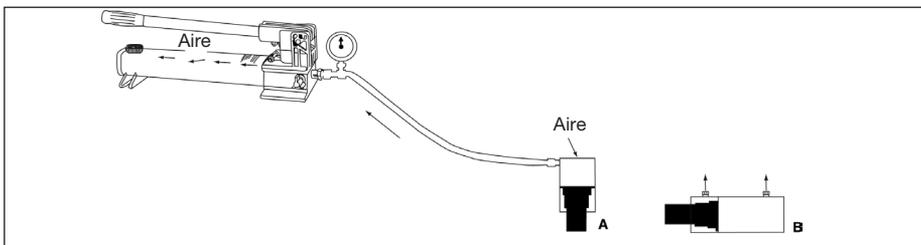

Figura 9
La purga del aire del sistema hidráulico permitirá que el cilindro se extienda y se retraiga suavemente. Vea la Figura 9.
3. Coloque el cilindro con el extremo del émbolo hacia abajo (arriba en caso de cilindro de tracción). Vea la Figura 9.
3. Ponga el cilindro en posición horizontal con las conexiones hacia arriba. Vea la Figura 9.